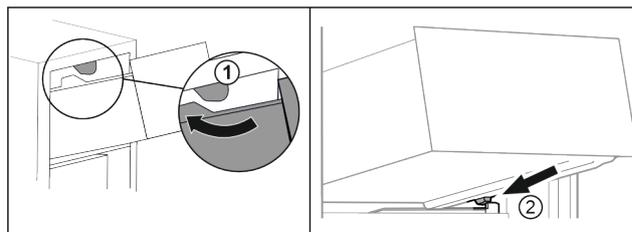

Fig. 69
- ▶ Vedte zásuvku podél horních zářezů. Fig. 69 (1)
- ▶ Nasadte zásuvku šikmo za dolní zářezky na žebrování na nádoby. Fig. 69 (2)